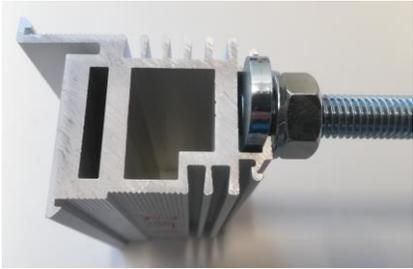

Bild 1: Gewindebolzenmontage
- **Gewindebolzenmontage:** M10 Gewindebolzen mit Gewindemutter, Beilagscheibe und Nutstein (**Bild 1**) zusammenschrauben und in die rückseitige Nut auf der Aussenseite der Alu-Zarge einführen, positionieren und fest anschrauben.